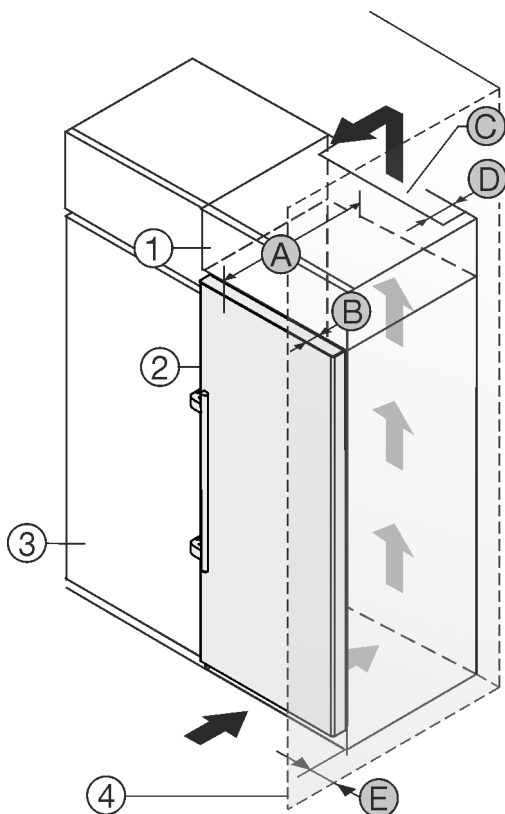

Fig. 2
Můžete přístroj nainstalovat přímo vedle kuchyňské skříňky Fig. 2 (3).*
Na zadní straně nástavné skříňky musí být větrací šachta hluboká Fig. 2 (D) přes celou šířku nástavné skříňky.*
Pod stropem místnosti musí být dodržen ventilační průřez Fig. 2 (C).*
Když přístroj instalujete závěsy vedle stěny Fig. 2 (4), musí být vzdálenost mezi přístrojem a stěnou minimálně 57 mm . To odpovídá přesahu madla při otevřených dvířkách.*
Aby bylo možné dvířka plně otevřít, musí přístroj přesahovat o hloubku dvířek Fig. 2 (B) vůči přední linii kuchyňské skříňky. V závislosti na hloubce kuchyňských skříněk Fig. 2 (3) a použití vymezovačů odstupů od stěny může přístroj vyčnívat dále.*